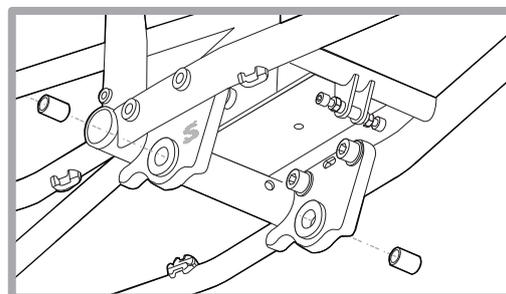

Figure 6
6. Faites glisser le manchon de pivot dans le roulement de chaque plaque de cadre (figure 6).